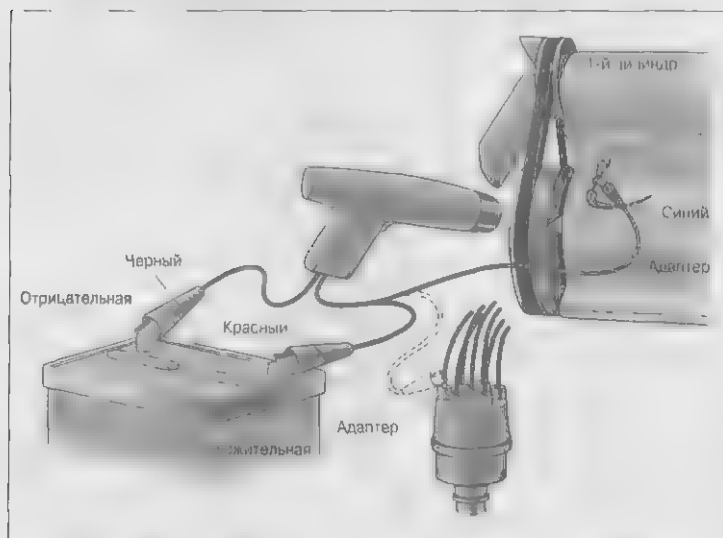

Рис. 12.47 Подключение третьей клеммы к свече первого цилиндра или к клемме распределителя
- Если к первой свече трудно подступиться, третью клемму можно подключить к клемме распределителя в том месте, где провод от свечи №1 входит в крышку распределителя. Отсюда, как идет провод от свечи №1 на распределитель, снимите колпачок с клеммы на крышке распределителя, добавьте металлическую вставку (обычно поставляется в комплекте со стробоскопом), замените колпачок и подключите клемму стробоскопа к вставке (рис. 12.47).